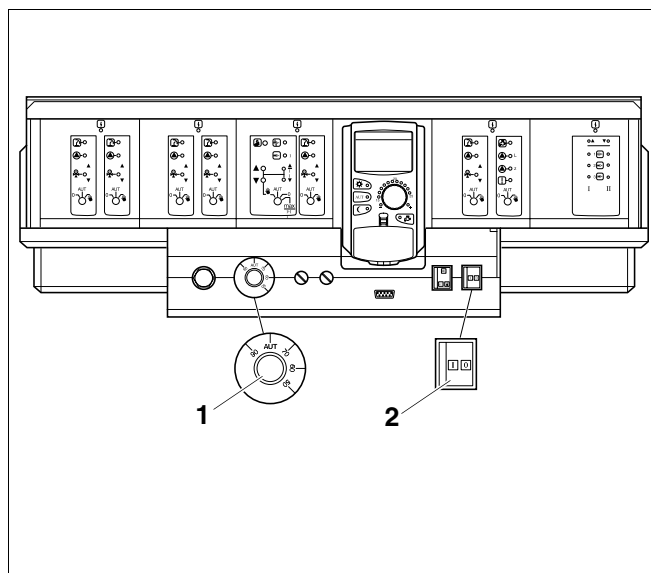

Fig. 3 Aparato regulador Logamatic 4000
Ponga en marcha la caldera a través del aparato regulador fig. 3. Al poner en marcha el aparato regulador, el quemador se pondrá automáticamente en funcionamiento. A continuación, el quemador podrá ponerse en marcha desde el aparato regulador. Encontrará más información al respecto en las instrucciones de uso del aparato regulador correspondiente.
- Posicione el interruptor de funcionamiento (fig. 3, **pos. 2**) en "I" (ON).
- Coloque el regulador de temperatura del agua de la caldera (fig. 3, **pos. 1**) en "Automático". Ajuste la regulación continua a la temperatura deseada (mín. 65 °C).
- Coloque el interruptor de funcionamiento (fig. 3, pos. 2, página 7) en la posición "0" (OFF).
- Coloque el interruptor de funcionamiento del aparato regulador (fig. 3, **pos. 2**, página 7) en la posición "0" (OFF).
- Transcurridos 3 segundos, coloque el interruptor de funcionamiento del aparato regulador (fig. 3, **pos. 2**, página 7) en la posición "I" (ON).